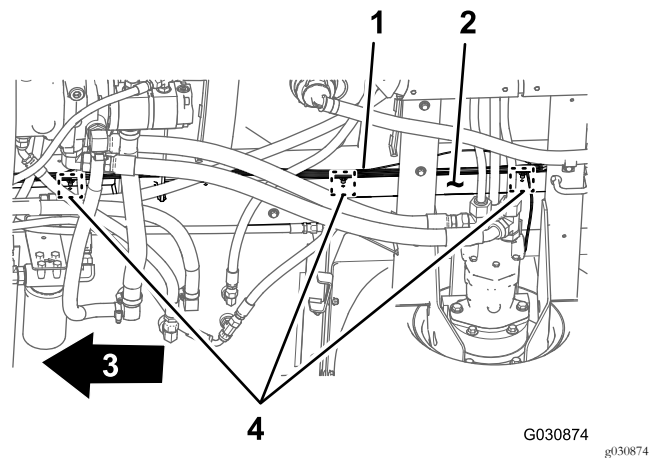

Рисунок 20
3. Снимите три вставных держателя, которые крепят задний жгут проводов к отверстиям в правой трубе рамы машины (Рисунок 20).